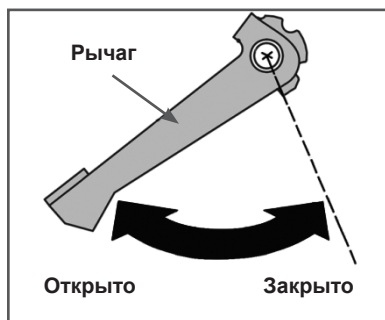

Рис. 8 Положение рычага воздушной заслонки карбюратора
2. Закройте воздушную заслонку карбюратора. Для этого рычаг (Рис. 8) установите в крайнее правое положение.